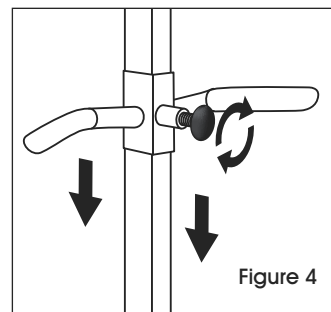

Figure 4
1. Glissez la poignée de direction par-dessus le montant principal. (Voir Figure 4)